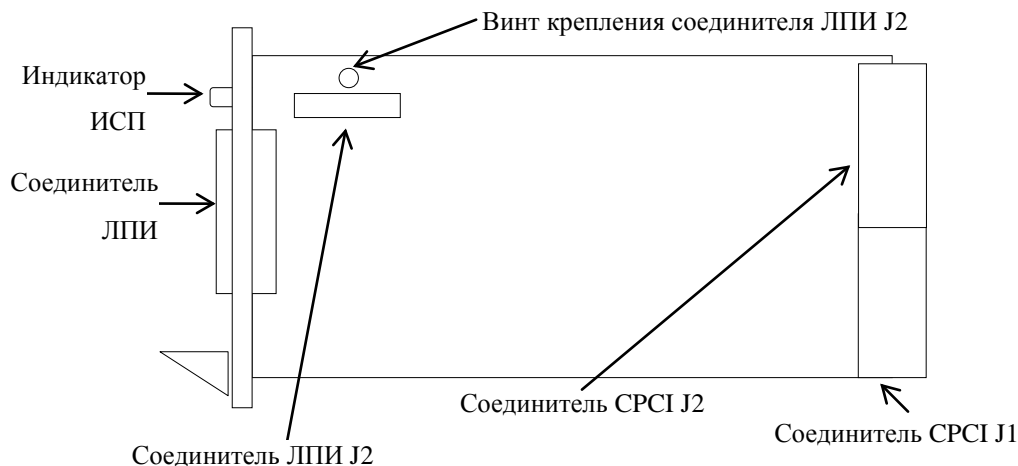

Рисунок 8. Внешний вид и способ установки УСМК 11 CPCI U, УСМК 11 CPCI-4U, УСМК 11 CPCI-8U
2) Устройства УСМК 11 СРСІ-U, УСМК 11 СРСІ-4U, УСМК 11 СРСІ-8U поставляются с установленным соединителем ЛПИ J2 на плате устройства (*Рисунок 8*).
- 2) при подключении кабельной сети к соединителю ЛПИ необходимо отключить соединитель ЛПИ J2, для этого отвернуть винт крепления соединителя ЛПИ J2 и вынуть ответную часть соединителя (*Рисунок 8*); при подключении кабельной сети к соединителю СРСІ J2 необходимо установить соединитель ЛПИ J2, для этого отвернуть винт крепления соединителя ЛПИ J2 и надеть ответную часть соединителя (входит в комплект поставки), после чего завернуть винт крепления (*Рисунок 8*);